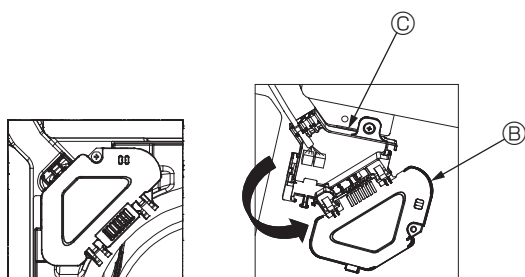

Fig. 7-7
- ③ Retirez la vis de fixation du couvercle de la boîte de raccordement, puis ouvrez le couvercle. (Fig. 7-7)
- ④ Placez le connecteur du fil de jonction dans la boîte de raccordement.
- ⑤ Installez le couvercle des fils et le couvercle de la boîte de raccordement.